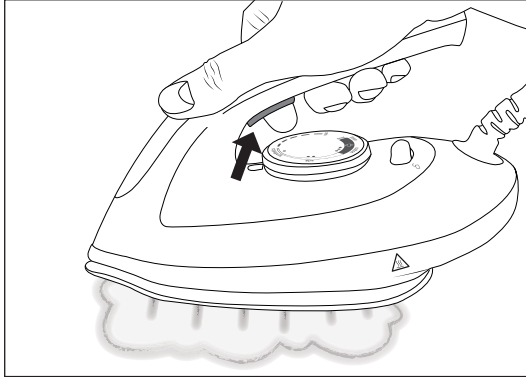

Abb. 9
- 5) Während Sie das Bügelgut bügeln, drücken und halten Sie die Dampf-Taste **2**, um anhaltend Dampf aus der Bügelsole **8** auf das Bügelgut zu geben (siehe Abb. 9).